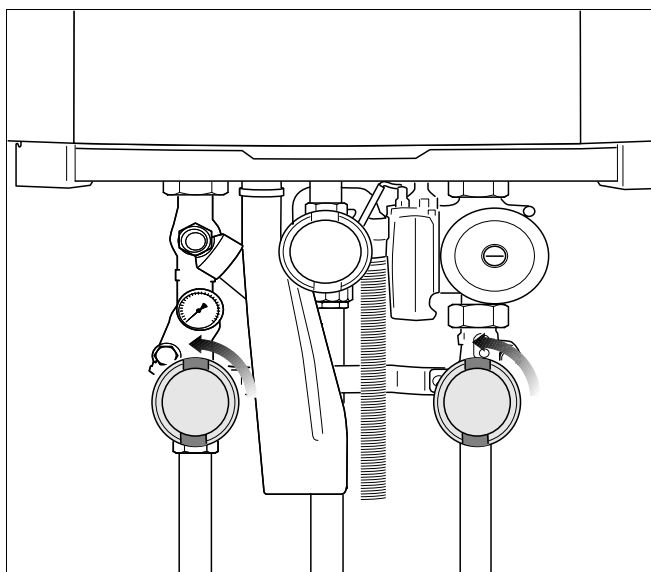

Fig. 66 Åbning af vedligeholdelseshaner (her: stilling åbnet)
- Åbn vedligeholdelseshanerne på fremløbet og returledningen (fig. 66) (stilling åben: parallelt med røret).